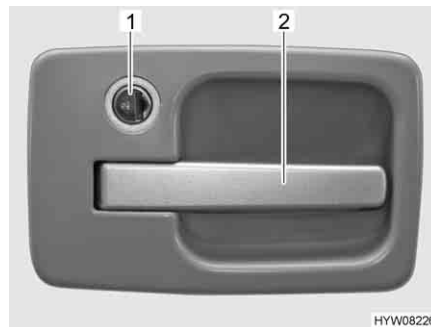

Bild 24 Türschloss, Eingangstür, außen
- Schlüssel in Schließzylinder (Bild 24,1) stecken und drehen, bis das Türschloss entriegelt ist.
- Am Türgriff (Bild 24,2) ziehen. Die Tür ist geöffnet.
- Schlüssel in Schließzylinder (Bild 24,1) stecken und drehen, bis das Türschloss verriegelt ist.